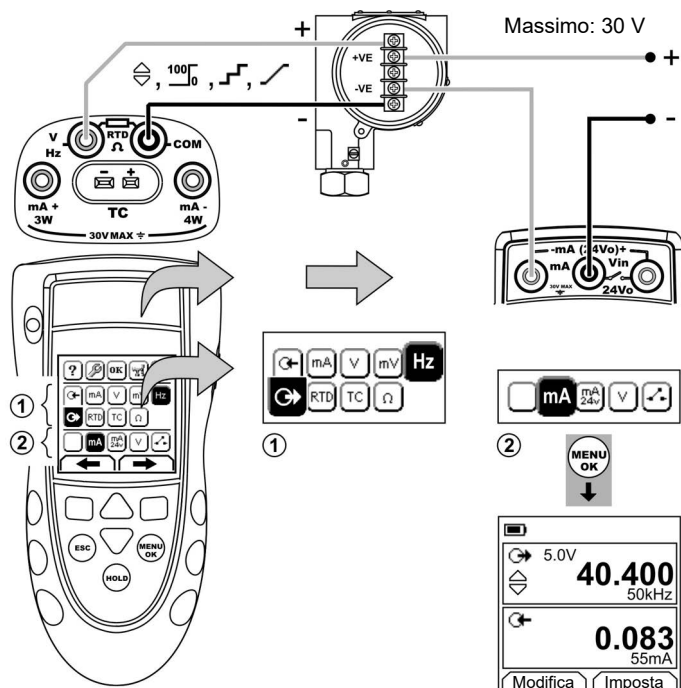

Figura 10: Esempio di configurazione – calibrazione trasmettitore con alimentazione esterna del loop
1. Collegare lo strumento (Figura 10 / 11) e, se necessario, modificarne il *Setup* (Tabella 1).